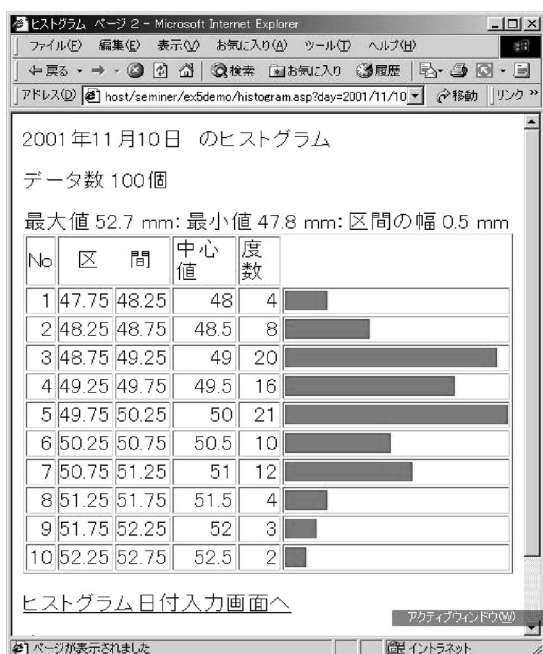
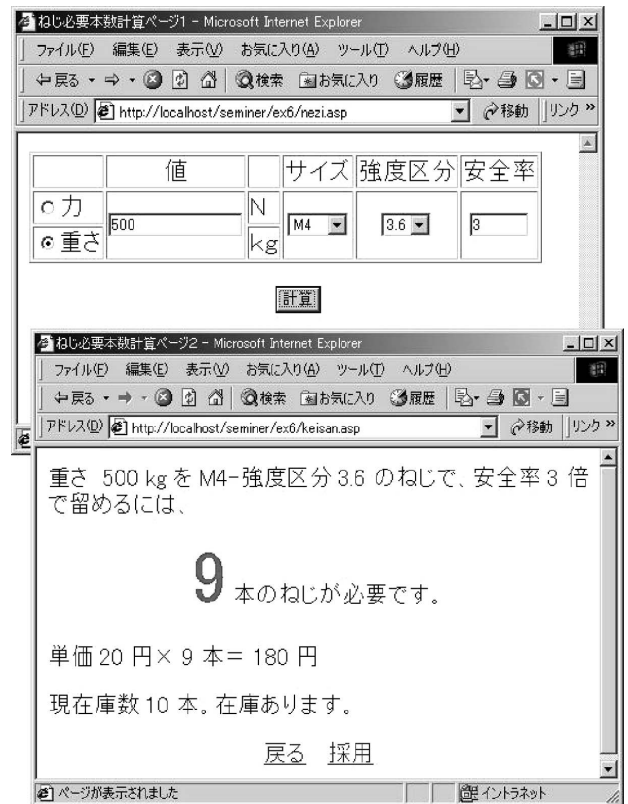

図5 度数表とヒストグラム
図10 Web ねじ本数と在庫
トグラムを見ることのできるページ（図5）。⑥データベース利用の応用として、必要ねじ本数を計算した後、在庫データベースから在庫の確認、コスト計算、在庫管理者へのメール送信などの一連の作業ができるページ（図10）を作製する。